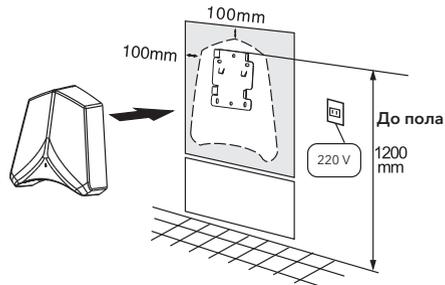

Рис. 4
2. Отметьте на месте установки отверстия в соответствии с рис.4, затем просверлите отверстия диаметром 8 мм и глубиной 35 мм.